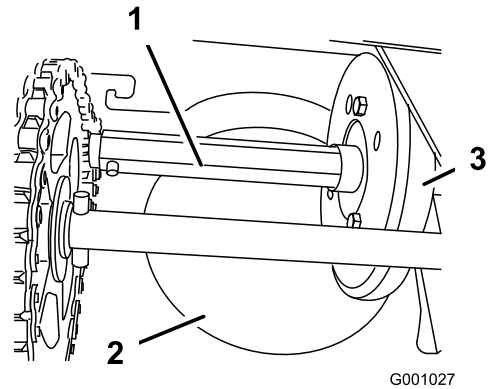

Figure 55
Graissez légèrement l'arbre hexagonal une fois par an avec de l'huile moteur de type automobile (Figure 55).
**Important:** Veillez à ne pas faire couler d'huile sur la roue en caoutchouc ou le plateau d'entraînement à friction en aluminium, sinon la transmission patinera (Figure 55).